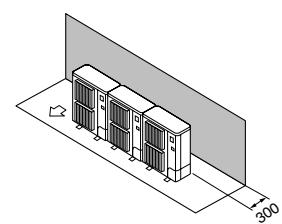

Fig. 2-8
① Enbart hinder på baksidan (Fig. 2-8)